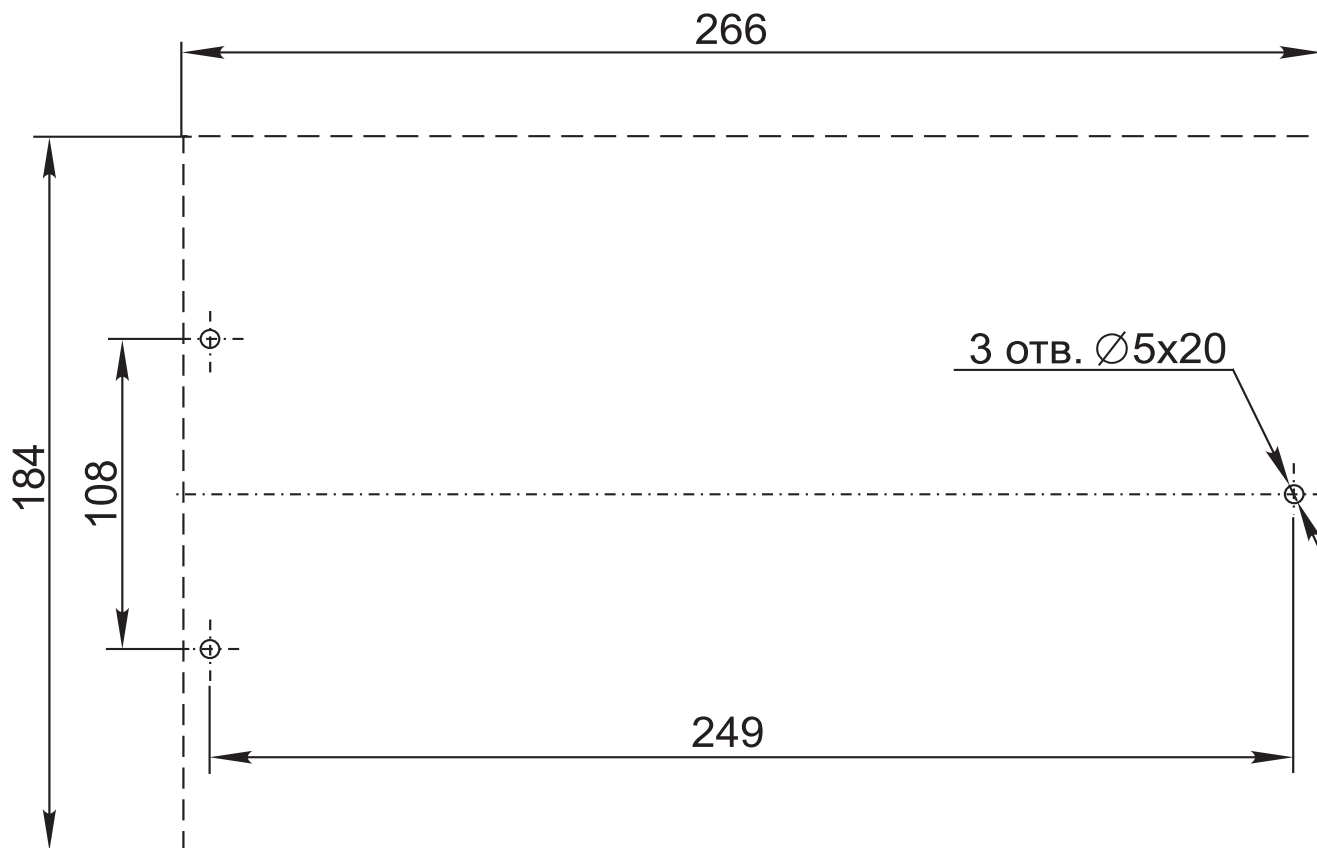

Рис. 7. Разметка отверстий для установки БПК
- определите место установки БПК (поз. 7) и, с учетом этого, выполните разметку отверстий в соответствии с рис. 7, проложите кабели питания и управления (поз. 4, 5), кроме этого необходимо проложить шину заземления;